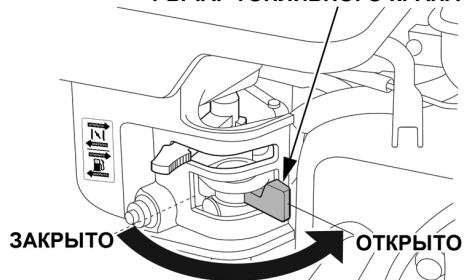

Рис. 16 Рычаг топливного крана
4. Откройте топливный кран переводом рычага вправо (Рис. 16).